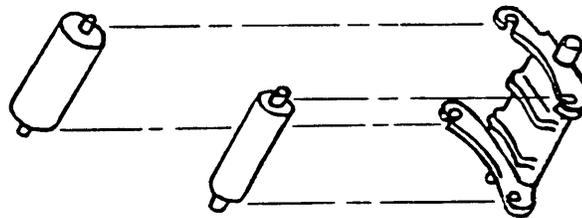

FIGURE 11
□ PINCH ROLLER ASSEMBLY (Figure 11)